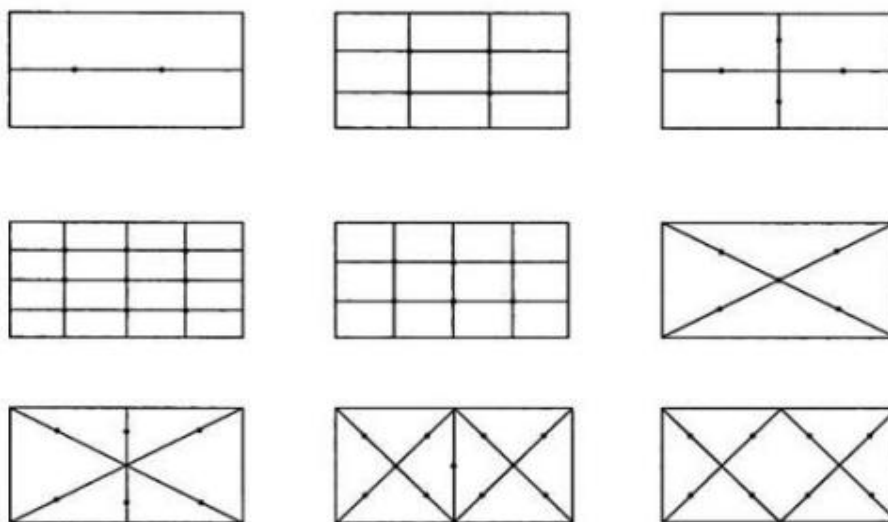

图 A.1 平面采样点布置图
**A.1** 洁净室(区)采样点布置宜力求均匀,避免采样点在局部区域过于稀疏。下列多点采样的采样点布置图示可作参考(见图 A.1)。